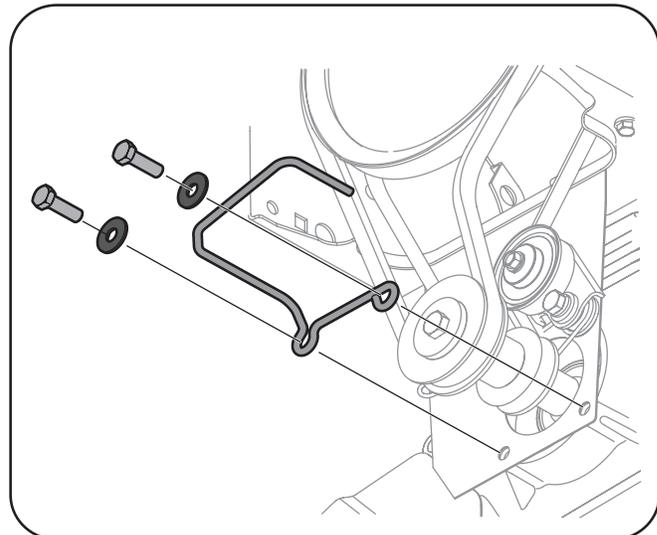

Figure 7-2
3. Si votre modèle est équipé d'un guide-courroie de fil, de rondelles et de boulons hexagonaux, comme illustré à la Figure 7-2, desserrez-les et retirez-les.